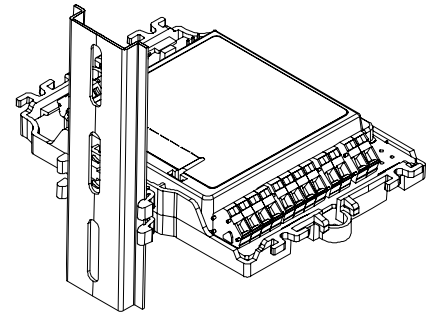

Fig. 1
- On a DIN rail (Fig. 1) in a fire control panel
### Installing the zone module on a DIN rail (Fig. 1)
- Auf einer Hutschiene (Fig. 1) in einer Brandmeldezentrale
## Zonenmodul auf eine Hutschiene montieren (Fig. 1)
2. Sur un profilé (fig. 1) dans un équipement de contrôle et signalisation
## Montage du module de zone sur un profilé (fig. 1)